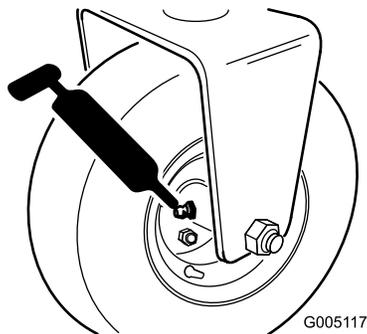

図 35
- 後ローラハブ・アセンブリ3輪駆動キットを搭載している場合には、後ローラクラッチと外部ボールベアリングか所 図 35